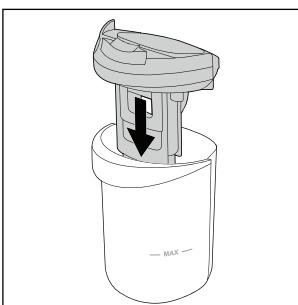

Fig. 29
- ◆ Vuelva a colocar la tapa del depósito de agua sucia ⑨ en el depósito de agua sucia ② (consulte la fig. 29).